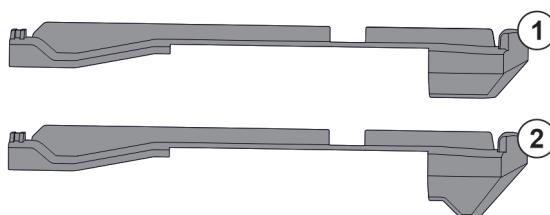

Fig. 108 Porovnání nasazovacích dílů
V přístroji se nacházejí dva různé nasazovací díly. Nasazovací díl nad nejspodnější zásuvkou Fig. 108 (2) má hranu trojúhelníkového tvaru. Všechny ostatní nasazovací díly Fig. 108 (1) mají rovnou hranu.
- Nasazovací díl Fig. 108 (2) s hranou trojúhelníkového tvaru připevněte nad nejspodnější zásuvkou.
- Nasazovací díl Fig. 108 (1) s rovnou hranou připevněte na všech ostatních místech.